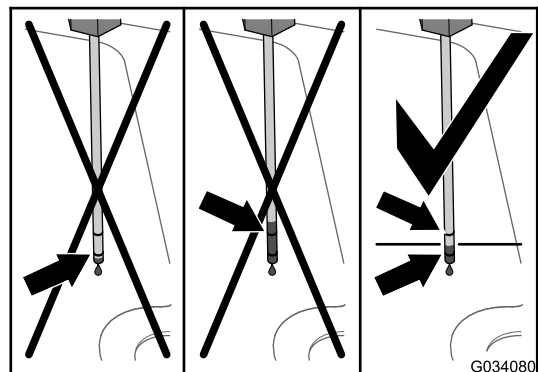

Bild 99
6. Nehmen Sie den Peilstab wieder heraus und prüfen Sie den Ölstand (**Bild 99**).
7. Füllen Sie die angegebene Hydraulikölsorte in den Einfüllstutzen, bis der Ölstand zwischen den zwei Markierung am Peilstab liegt (Bild 99).